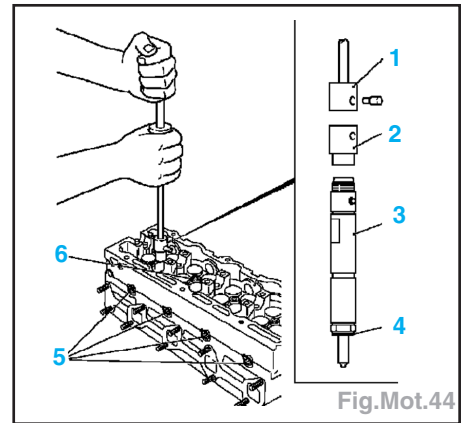

Fig.Mot.44
- Enlever les bagues d'étanchéité des injecteurs (6), visser l'adaptateur réf outil KM-931 (2) sur les injecteurs puis monter l'extracteur réf KM-328 (1) sur l'adaptateur et retirer les injecteurs (3) de la culasse (Fig.Mot.44).